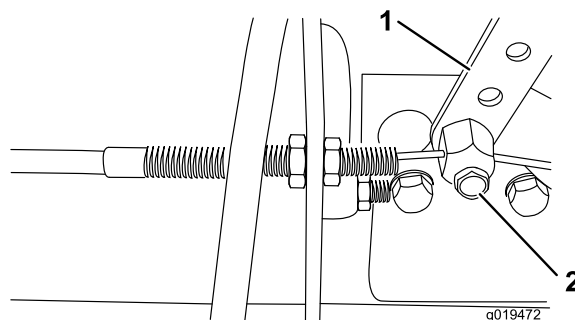

図 59
2. インジェクションポンプのレバーアームの所にあるスロットル ケーブルのコネクタをゆるめる 図 59。